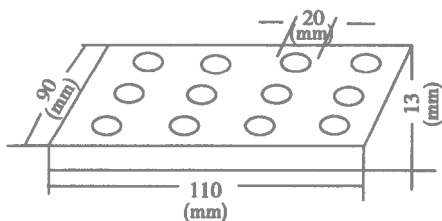

图 2-3 点滴板
4. 点滴板 是带有凹形穴的黑色或白色瓷板。白色瓷板用于观察生成有色沉淀或溶液颜色的改变，黑色瓷板用于观察白色沉淀的生成，其形状见图 2-3。